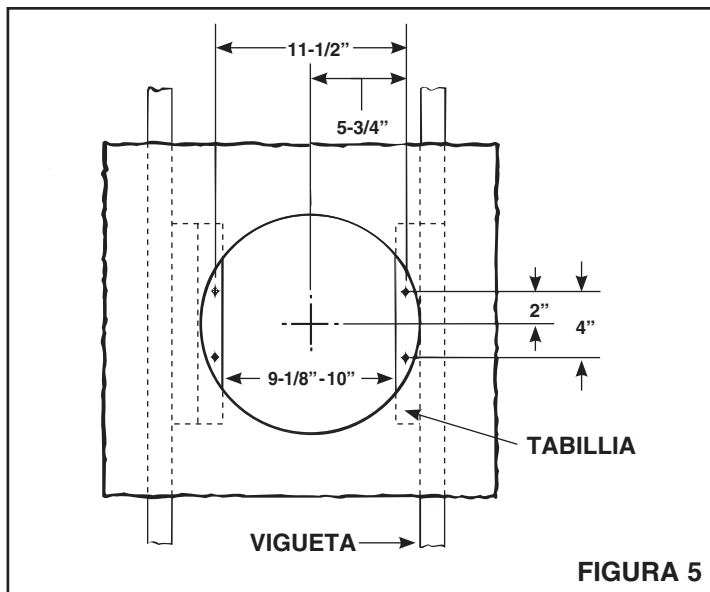

FIGURA 5
7. **Refiérase a la Figura 5.** Instale tablillas de 2 x 4 a ambas viguetas del techo. En algunos casos puede ser necesario utilizar más de una sola tablilla en un lado. La distancia entre las tablillas debe ser al menos de 9/8" pero no más de 10".